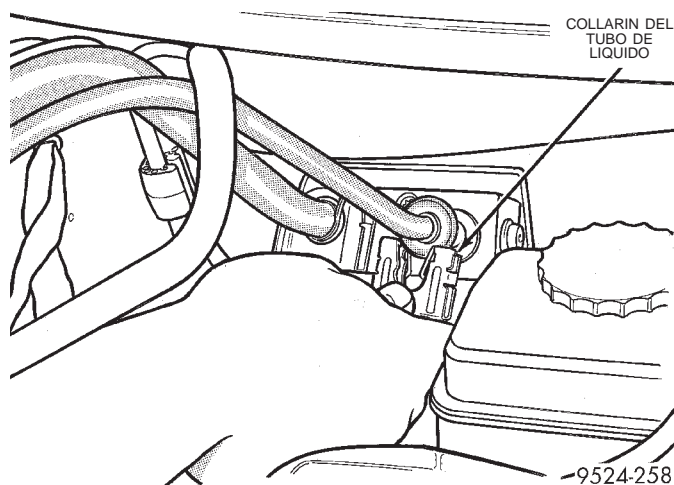

Fig. 58 Collarín del tubo de líquido en la válvula de expansión
(1) Retire el refrigerante del sistema de A/A con una máquina de recuperación de refrigerante.
(2) Retire el collarín de conexión rápida del A/A que está en la válvula de expansión (Fig. 58).
(3) Desconecte el conector de conexión rápida en la válvula de expansión. Retire el tubo de líquido de la